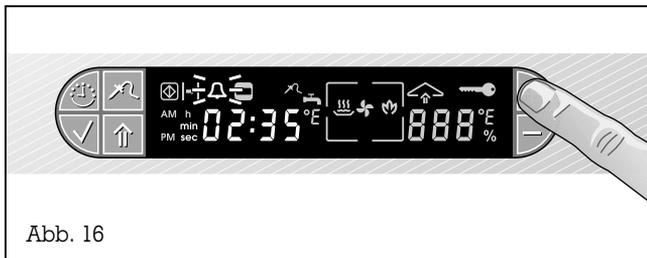

Abb. 16
- Betätigen Sie die Taste + am Display. Das Symbol Δ (Kurzzeit) blinkt (Abb. 16).